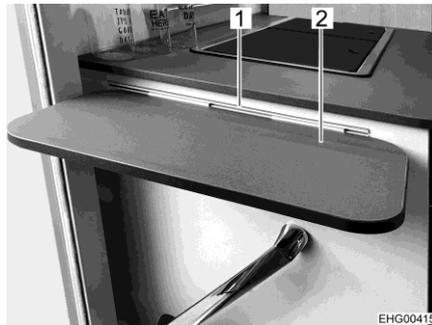

Bild 12 Küchenverlängerungsplatte
- ▶ Bei einem Unfall oder einer Notbremsung kann die Küchenverlängerungsplatte die Insassen des Fahrzeugs verletzen. Vor der Fahrt die Küchenverlängerungsplatte (Bild 12,2) aus der Schiene (Bild 12,1) aushängen und sicher verstauen.